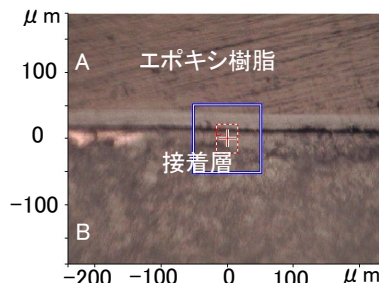
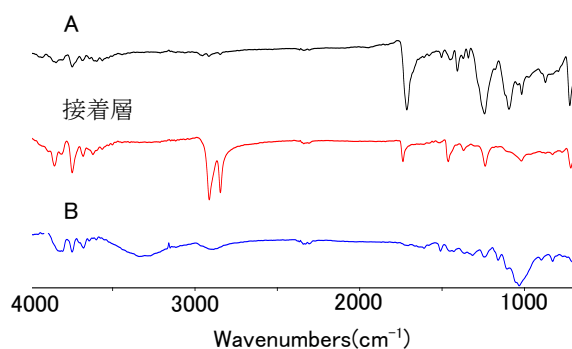

図1 断面の形態画像
図2 各層のIR スペクトル
当所への技術相談に接着剤の成分を分析したいというご依頼があります。その場合、接着剤そのものを単離または表面にでている状態で赤外線 (IR) 吸収スペクトルを測定し、データベースと照合することにより成分を特定します。今回は、2枚のフィルムやシートを接着している接着剤をそのままの状態で行う例を解説します。通常、接着された状態での内部の分析は不可能です。そこで、フィルムまたはシートの断面を立てた状態でエポキシ樹脂を用いて包埋します。そして、エポキシ樹脂を研磨し、断面を表面に露出します。この状態でイメージングATR測定を行います(図1)。最小ピクセルサイズは $1.56\mu\text{m} \times 1.56\mu\text{m}$ なので、接着層が $2\mu\text{m}$ 以上の厚みがあれば、接着剤の分析が可能です。図2のようにフィルム(A)、基材(B)、接着層のIRスペクトルが個別に得られ、接着層のIRスペクトルは、データベースの検索結果、エチレン・酢酸ビニル共重合体(EVA樹脂)である